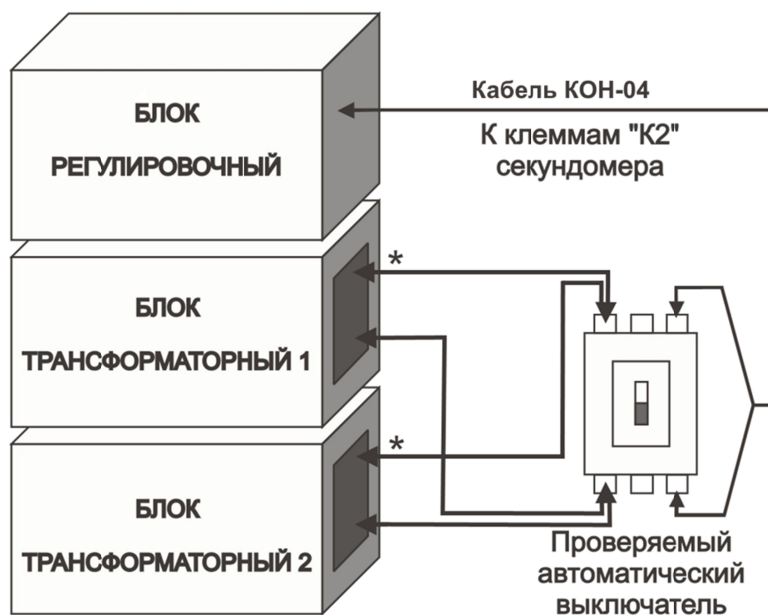

Рисунок 6.1 - Проверка автоматического выключателя
4) В меню «ФИКСАЦИЯ» выбрать вариант «ПО ОТСЕЧКЕ», если не используются контакты секундомера «K2», либо «по входу K2», если используются (рисунок 6.1).
- 4) В меню «ФИКСАЦИЯ» выбрать вариант «ПО ОТСЕЧКЕ», если не используются контакты секундомера «K2», либо «по входу K2», если используются (рисунок 6.1.).